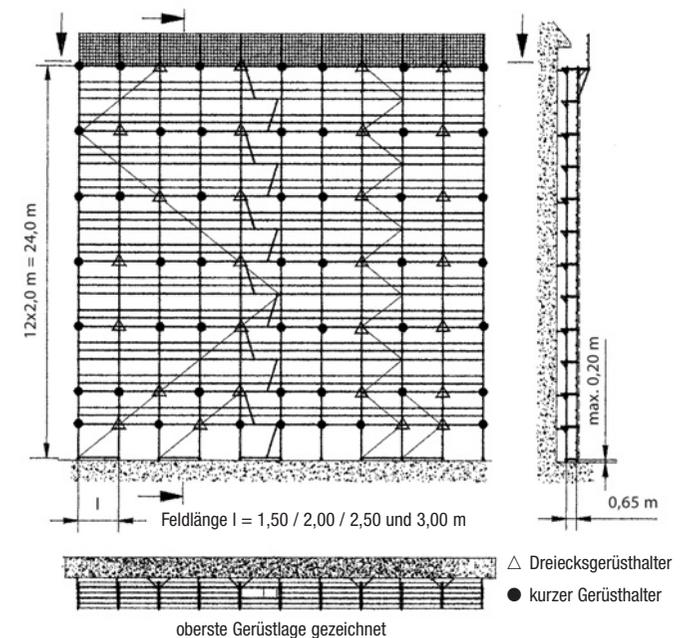

Bild 37
**Hinweis:** weiterer Aufbau wie in Bild 37 dargestellt und auf Seite 44 beschrieben